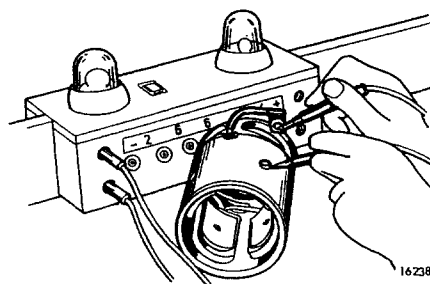

Fig 06-36. Provning av fältlindning
2. Undersök om någon overledning finns mellom fältlindning og startmotorhus genom att ansluta två kontaktpetsar till hus og fältlindning enligt fig 06-36. Prova med 80 V växelström og en 40 W provlampa. Lyser lampen är lindningen eller genomföringen i huset skadad. Lossa genomföringen og prova på nytt. Lyser lampen fortfarande är fältet stomanslutet. Lindningen måste då tas bort.